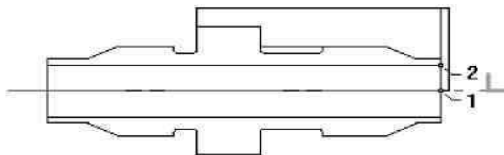

Рис. 4.35
2. Нажмите кнопку **X нач** и укажите точку 1 (см рис. 4.35).